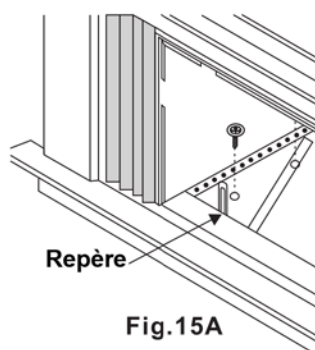

Fig. 15A
1. Tenez chaque support de fixation à ras contre la partie extérieure du rebord, et contre le bas du caisson comme illustré à la Fig. 15A. Repérez les supports au niveau du haut du rebord, puis enlevez.